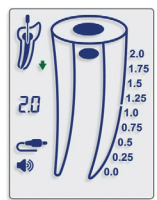

図 7
- 5.4.12. 時計回りの動きでスムーズに移動するファイルを進ませ続けます。機器が根尖孔に向かって進んでいくと、様々な周波数の音声信号を伴う根管画像内のカラーセグメントがファイルの進行状況を示します。測定値2.0、1.75、1.5、1.25、1.0、0.75、0.5、0.25、0.0(根尖孔)もしくは「OVER」が、歯のアイコン(図7~11)の下に表示されます。